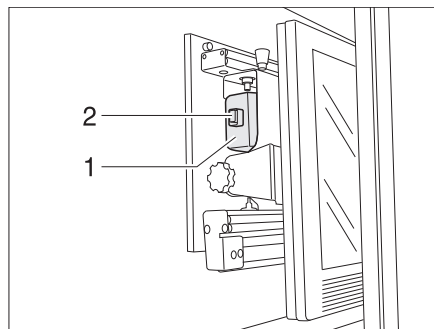

Bild 6 Fäste i TV-skåp
- Skjut in fästet för den platta bildskärmen med handtaget (Bild 6,1) tills spärren (Bild 6,2) hakar i.